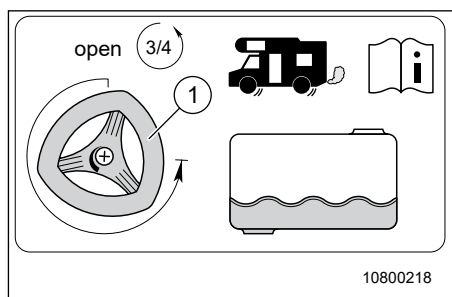

Fig. 107 Réduction du poids
→ Vous trouvez toutes les informations concernant la diminution de poids en mode Route sur Fig. 107 à la page 124.
- pour diminuer le poids sur 20 l, tourner le robinet de vidange (Fig. 107, Pos. 1) 3/4 de tours en sens inverse horaire.